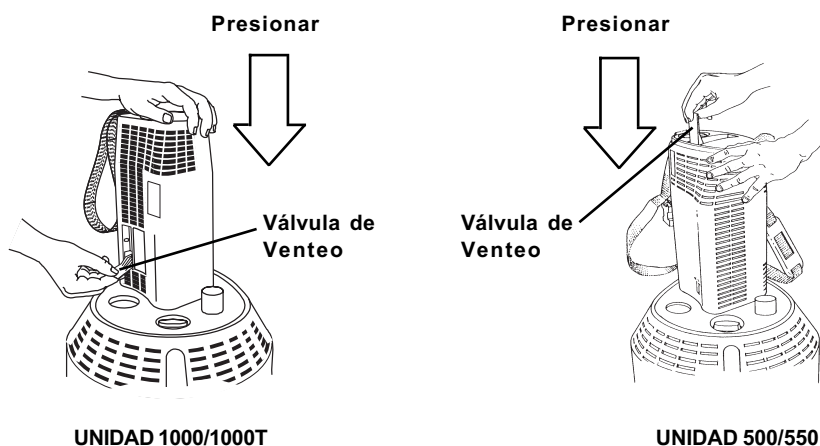

Figura 11
6. Mientras sostiene la unidad portátil en la posición de llenado, mueva la válvula de venteo a la posición de apertura (90° en relación con la posición normal). Se producirá un silbido bastante alto. (Figura 11). **NOTA:** Tome nota de la hora al comienzo del llenado .